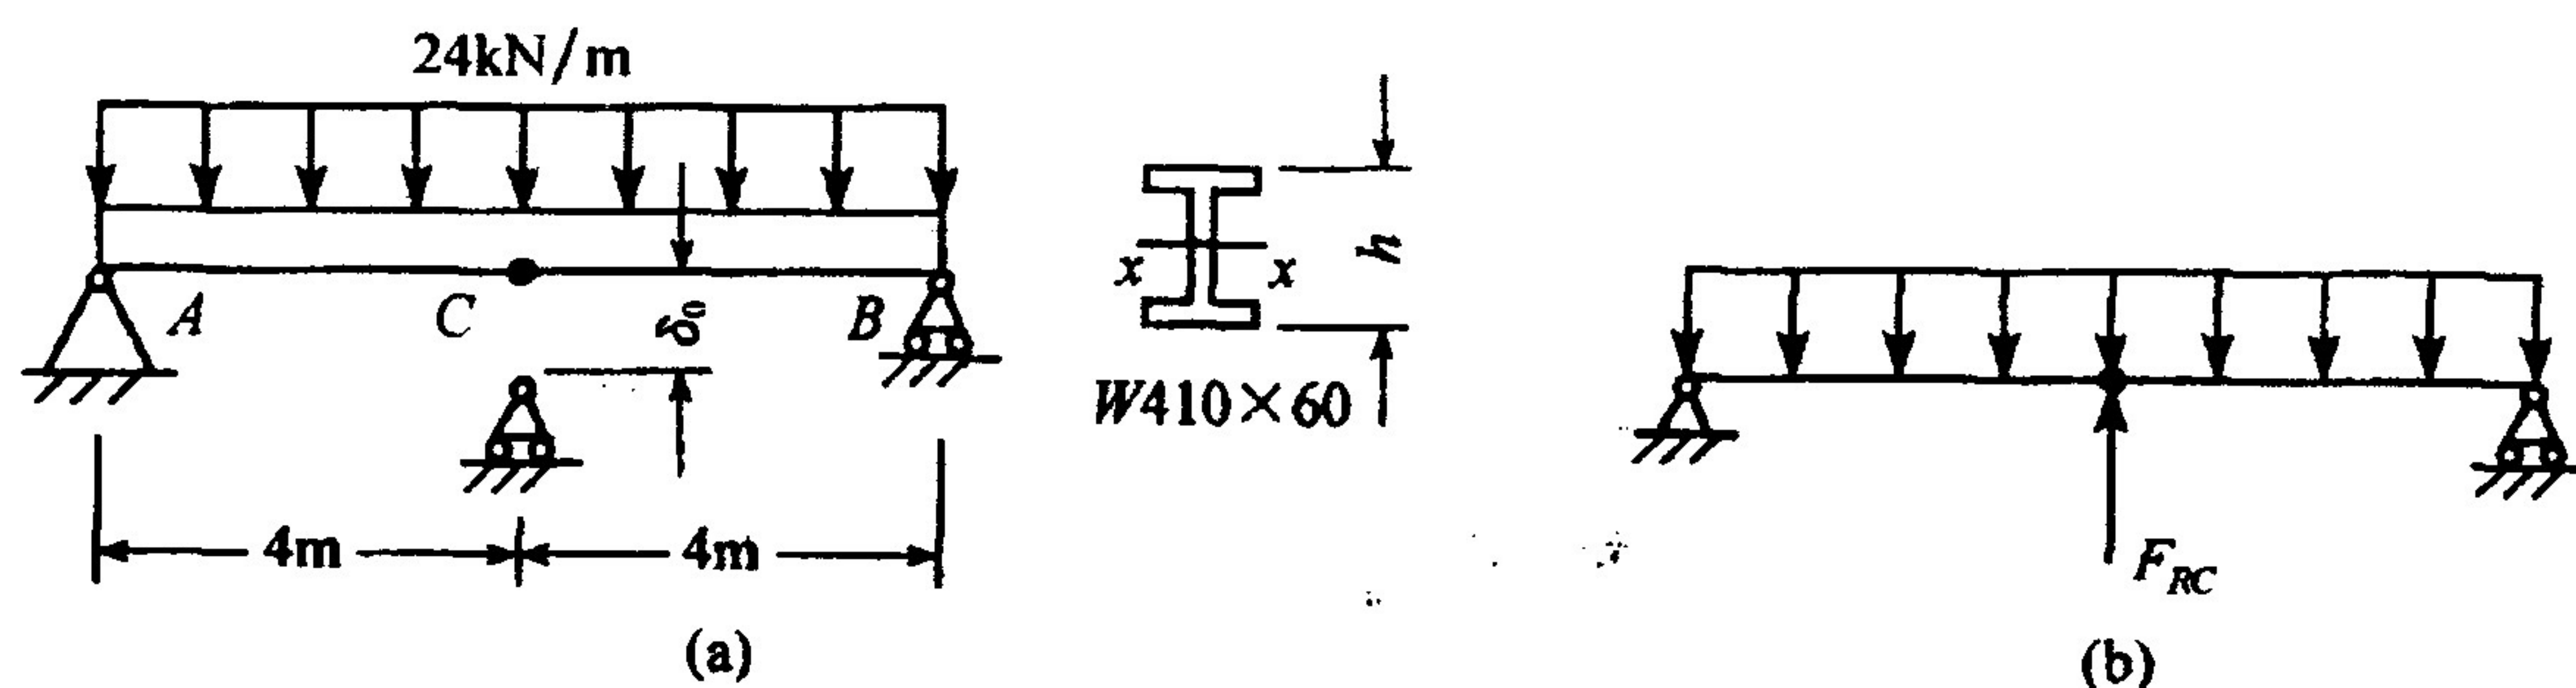

图 2.7
2.7 钢制工字形截面简支梁如图 2.7 所示，梁上承受均布载荷 $q = 24 \text{ kN/m}$ ，已知钢材弹性模量为 $E = 200 \text{ GPa}$ ，截面图形对 x 轴的惯性矩为 $I_x = 216 \times 10^6 \text{ mm}^4$ ，截面高度 $h = 407 \text{ mm}$ 。求：(1) 未加载荷时，梁中点 C 与活动铰间的间隙为 $\delta_0 = 20 \text{ mm}$ ，求加载后各支座反力。(2) 欲使三支座的反力相等，则梁中点 C 与活动铰的间隙 δ'_0 应为多少？(10 分)
(2) 求当 $\delta_0 = 20\text{mm}$ 时，各支座的反力。取相当系统如图 2.7(b) 所示，则 C 面变形协调条件为